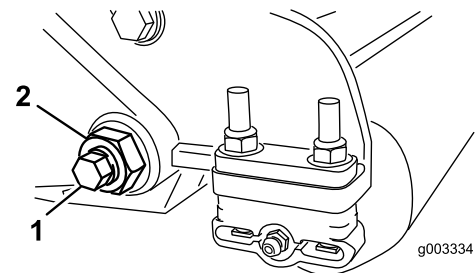
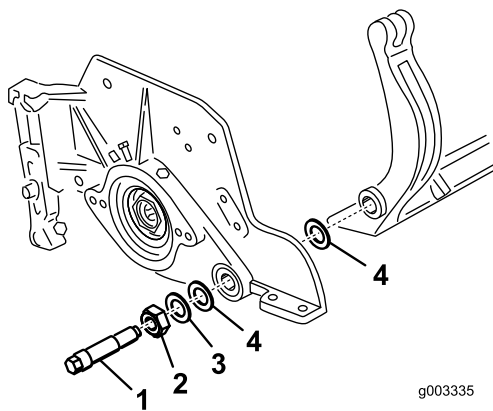

Figura 31
Figura 32
3. Desaperte a porca de bloqueio que segura a cavilha da barra de apoio, em cada um dos lados da máquina (Figura 31).
4. Remova cada uma das cavilhas da barra de apoio, de modo permitir puxá-la e retirá-la da máquina (Figura 31). Guarde as duas anilhas de nylon e anilha de aço prensado de cada uma das extremidades da barra de apoio (Figura 32).
4. Coloque uma arruela de aço no exterior de cada uma das arruelas de nylon (Figura 32).